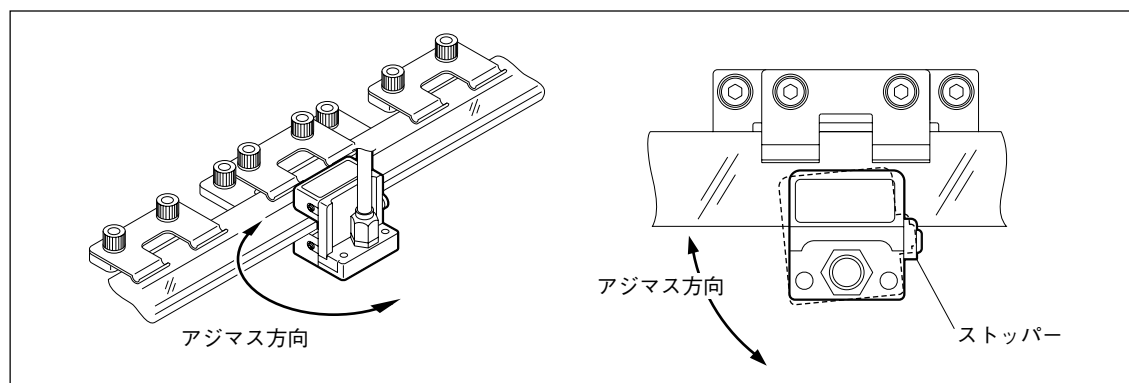

図3-14
- 2 ストッパーを基点に検出ヘッドを図3-14のようにアジマス方向へ回転させ、リサーチの振幅が最大となる場所をみつけます。